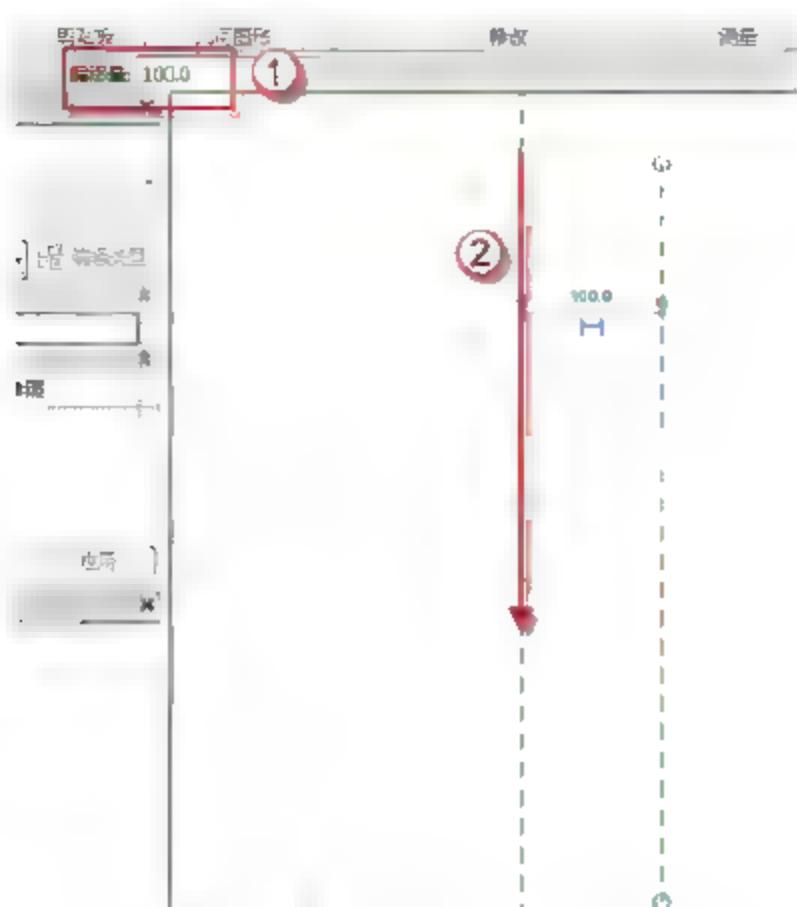

图 9.2.60 绘制辅助线
(17) 绘制“200mm 宽地沟”的辅助线。按快捷键 R+P, 在“偏移量”后输入“100”字样, 然后绘制辅助线, 如图 9.2.60 所示。